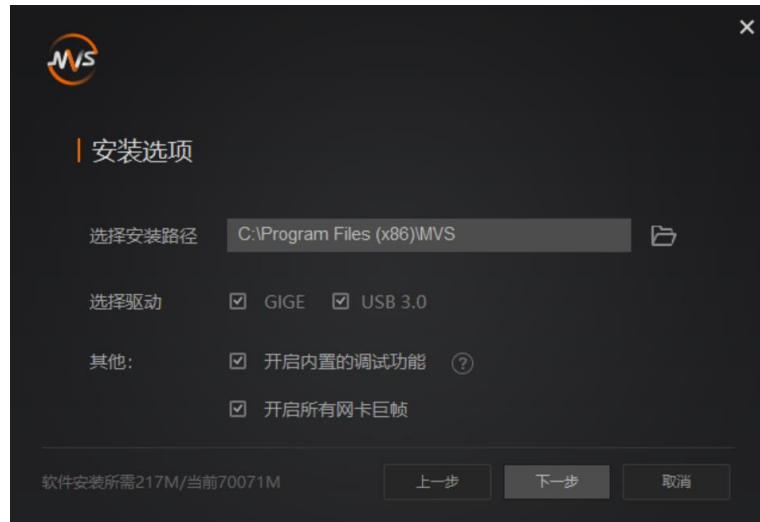

图3-2 安装选项
3. 选择安装路径、需要安装的驱动（默认已勾选 GIGE 和 USB3.0）和其他功能，如 图3-2 所示。